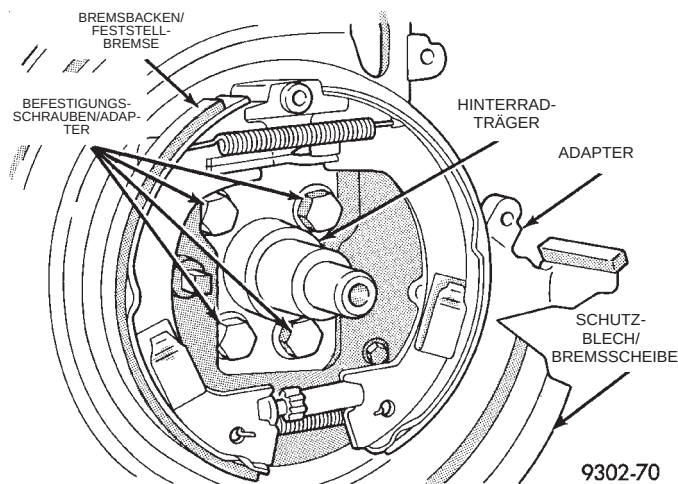

Abb. 15 Befestigung des Scheibenbremsenadapters
(7) Die vier Schrauben lösen, mit denen der Scheibenbremsenadapter am Hinterradträger befestigt ist (Abb. 15). Dann den Adapter, das Schutzblech der Bremscheibe, die Bremsbacken und den Seilzug der Feststellbremse zusammen vom Hinterradträger abbauen.
(4) Scheibenbremsenadapter am Hinterradträger anbauen. Die vier Schrauben eindrehen, mit denen der Adapter am Hinterradträger befestigt wird (Abb. 15). Dann die Schrauben mit einem Anzugsmoment von 115 N·m (85 ft. lbs.) festziehen.